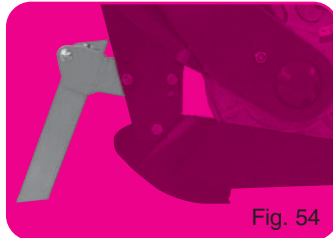

Fig. 54
- Coultre avant seul (sans chasse-mottes) (fig. 54)
- Front coultter only (without clod remover) (fig. 54)
- Передний анкер (без комьеотвода) (рис. 54)